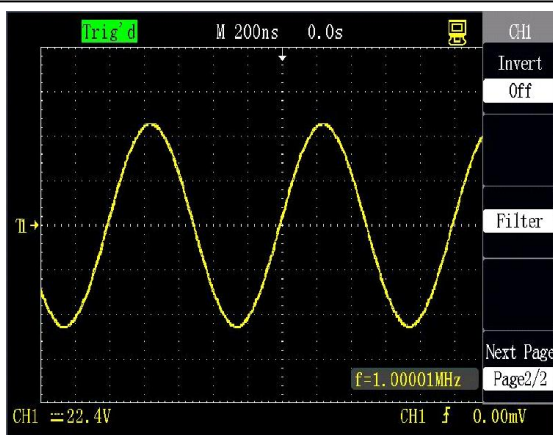

Figura 2-14 Inverso desligado
1. Pressione [CH1→] "Inverse→" "OFF", como mostrado na figura 2-14: